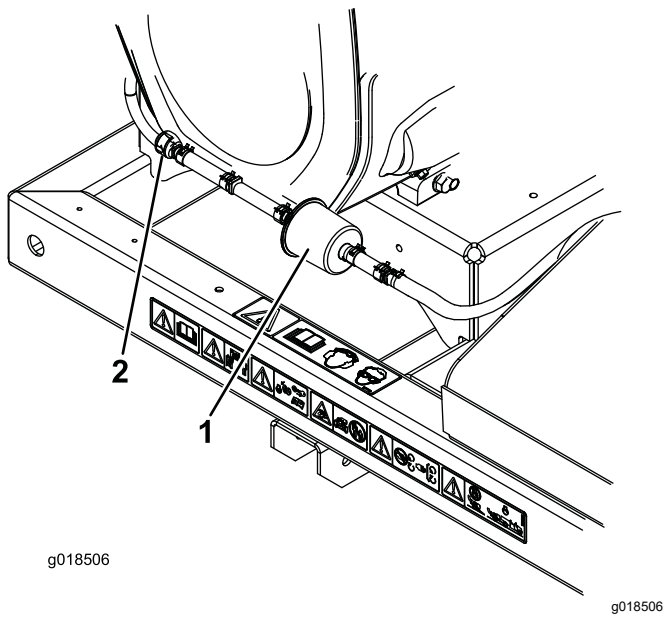

Рисунок 15
2. Переместите шланговые хомуты пружинного типа с обеих сторон угольного фильтра линии продувки в стороны от фильтра (Рисунок 15).
3. Снимите и удалите в отходы фильтр с угольным элементом (Рисунок 15).
4. Установите новый фильтр в шланг так, чтобы стрелка на фильтре была направлена в сторону обратного клапана, и зафиксируйте его шланговыми хомутами (Рисунок 15).